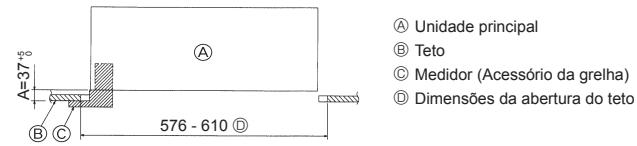

Fig. 2-6
3. Se a unidade principal não puder ser alinhada contra o orifício de montagem no teto, é possível ajustar este orifício com a fenda existente na placa de montagem. (Fig. 2-6)